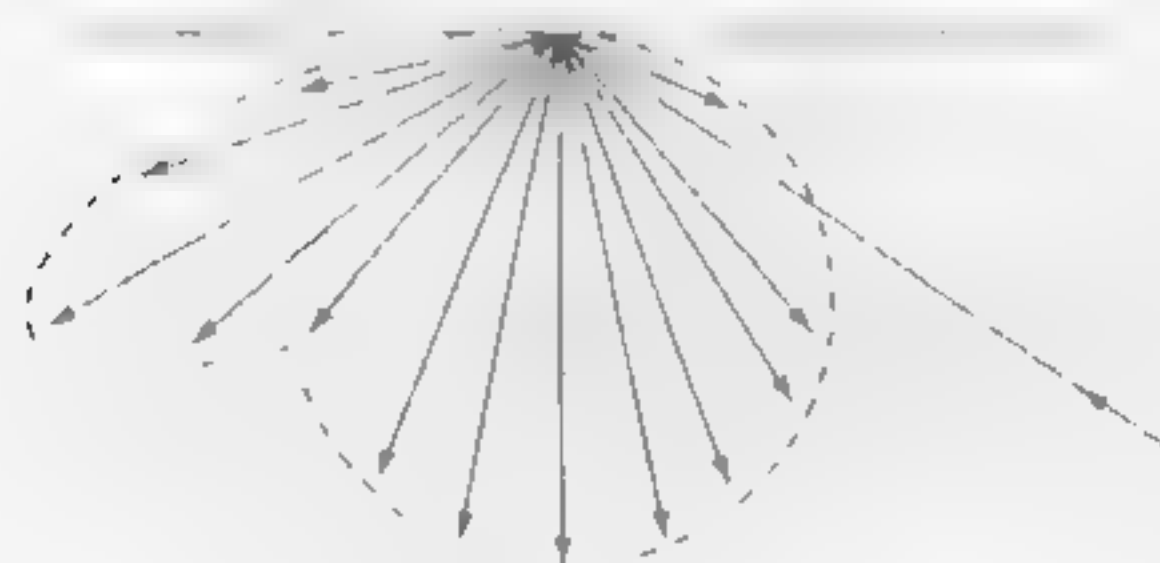

Рис. 9.18 Составные части рефлектора
1. Воспользуйтесь 4' x 4' или 4' x 8' белыми отражателями из полистирола, чтобы получить отраженный свет с большей областью свечения от прожектора с линзой Френеля (рис. 9.18). Обратите внимание на то, что при использовании рефлектирующего света: